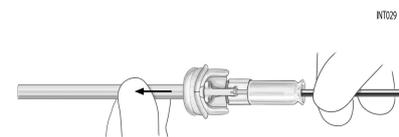

Figura 13
13. Estabilice la válvula sujetando el eje de aluminio maleable y retire la herramienta de inserción tirando hacia fuera de la válvula y el soporte (Figura 13).